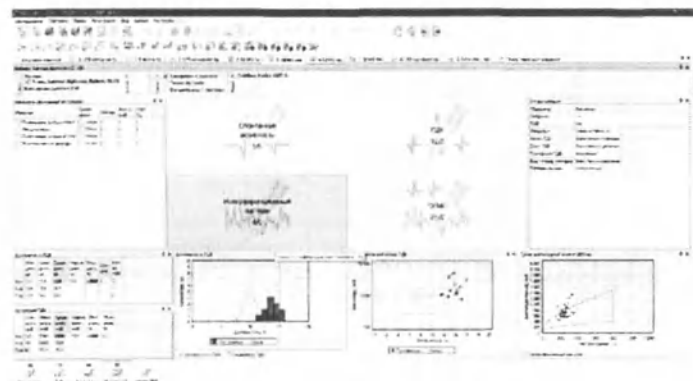

Рис. 201. Комплексное представление данных в окне пробы «QEMG»
3. После проведения анализа окно пробы «QEMG» отражает суммарную информацию о состоянии мышц в графическом виде без нативных кривых. Таблицу интерпретации также можно заполнять в данном окне (рис. 201).